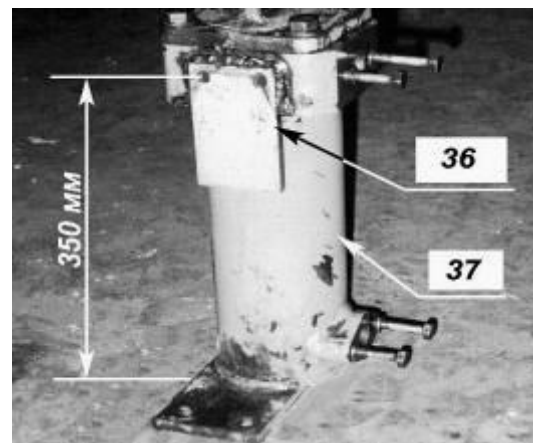

Рис. 1.19
- Приварить кронштейн (36) к штатному фильтру системы КПП (37) "Komatsu" согласно рис.1.19 (расстояние от основания до центра отверстий ≈ 350 мм.);